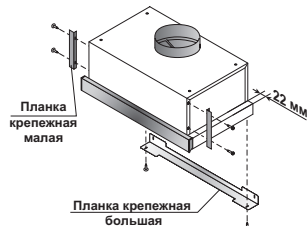

Рис. 2
1. При необходимости, при помощи саморезов из монтажного комплекта и отвертки, закрепите планки крепежные на корпусе вытяжки. (Рис. 2)